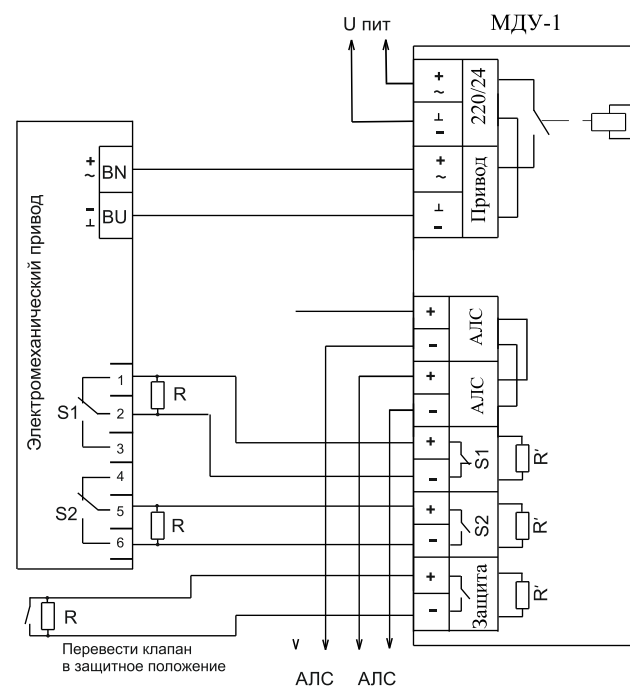

Рисунок 2
- Привод с возвратной пружиной - рисунок 2.